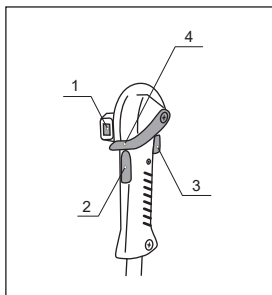

Рис. 13
5. Убедитесь, что выключатель зажигания, расположенный на рукоятке управления 1 (рис. 13), находится в положении ON/I.
2. Убедитесь, что выключатель зажигания, расположенный на рукоятке управления 1 (рис. 13), находится в положении ON/1.
Для остановки двигателя отпустите курок газа, переведите двигатель в режим холостого хода и дайте поработать 15–20 с. Затем переведите выключатель зажигания 1 (рис. 13) в положение OFF/0.
Триммер возможно использовать в двух режимах работы: режим полного газа и режим частичных нагрузок. Для использования в режиме полного газа, удерживая блокиратор 2 (рис. 13), нажмите на курок газа 3 (рис. 13).
Для использования в режиме частичных нагрузок, удерживая блокиратор 2 (рис. 13), установите фиксатор оборотов 4 (рис. 13) в нужное положение. Крайнее верхнее положение соответствует максимальным оборотам двигателя, крайнее нижнее положение соответствует холостым оборотам.